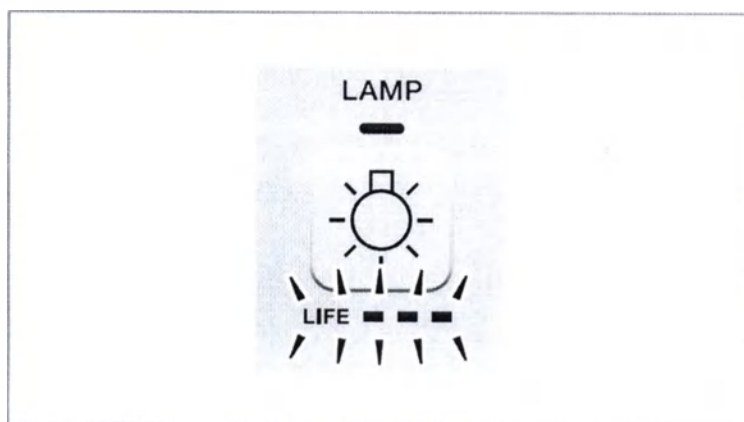

Рисунок 4.2
- Деления индикатора времени наработки лампы на панели управления загорятся зеленым светом (см. рисунок 4.2).